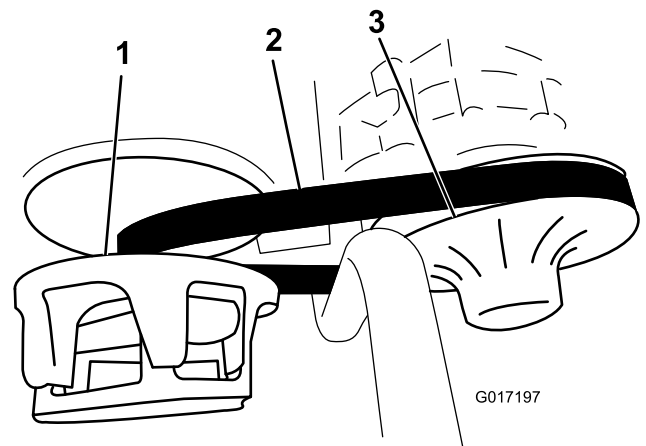

図 40
3. ベルト（図 40）を手で回転させながら磨耗や破損がないかを点検する。必要に応じてベルトを交換する。
1. 2次クラッチを回しながら2次クラッチ部分でベルトを外す(図 40)。
2. 1次クラッチからベルトを外す(図 40)。